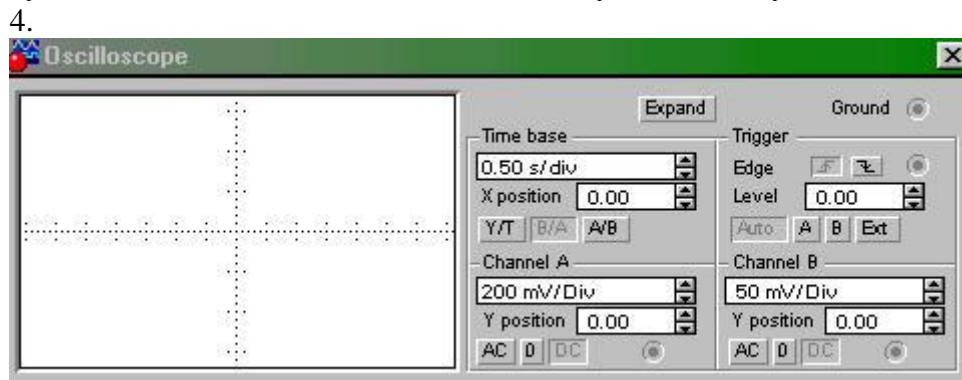

Рис. 4
8. Откройте лицевую панель осциллографа. Выберите режим развертки В/А, при котором на горизонтальную ось (канал А) будет подаваться напряжение с диода, а на вертикальную ось (канал В) напряжение пропорциональное току диода. Щелкая по кнопкам счетчика установки чувствительности **Channel A** и **Channel B** установите чувствительность по каналам согласно рис. 4.